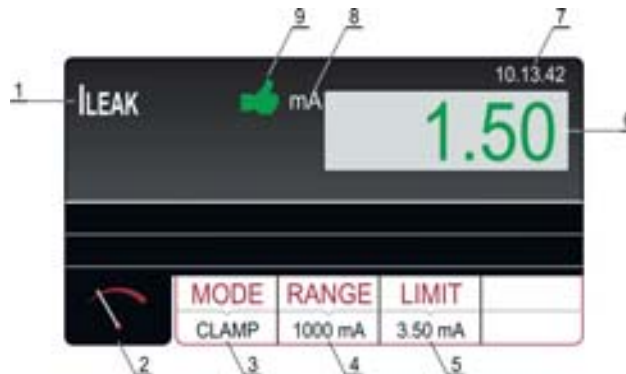

Fig. 73: Page-écran des résultats des essais ILEAK avec pince
- Lancer la mesure en appuyant sur la touche **START/STOP**. La mesure sera lancée et arrêtée par une nouvelle pression de la touche **START/STOP**. Le résultat du test sera affiché en vert s'il est inférieur ou égal ou en rouge si supérieur à la valeur limite réglée. Le résultat final sera accompagné du symbole vert et d'un signal sonore bref (résultat OK) ou du symbole rouge et d'un signal sonore prolongé (résultat non OK). La Fig. 73 montre un exemple de page-écran avec les résultats des mesures